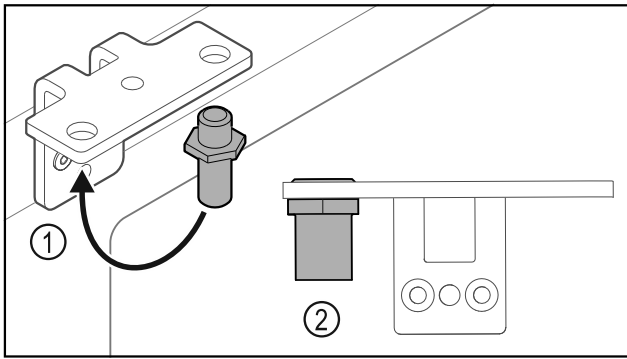

Fig. 30
- Μεταφέρετε τον πείρο Fig. 30 (1) στη γωνία μεντεσέ.
- Σφίξτε τον πείρο Fig. 30 (2) με **ροπή 12 Nm**.